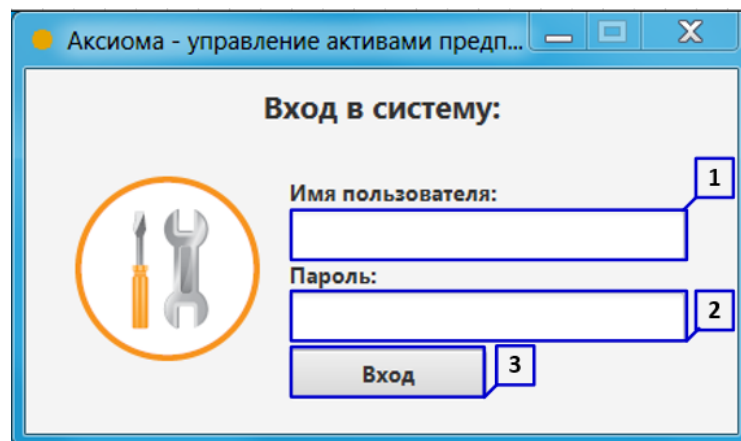

Рисунок 2. Вход в систему «АКСИОМА»
2. В открывшемся окне «Вход в систему» введите «Имя пользователя» (Рисунок 2 пункт 1);
3. Введите «Пароль» (Рисунок 2 пункт 2);
4. Нажмите клавишу «Вход» (Рисунок 2 пункт 3).